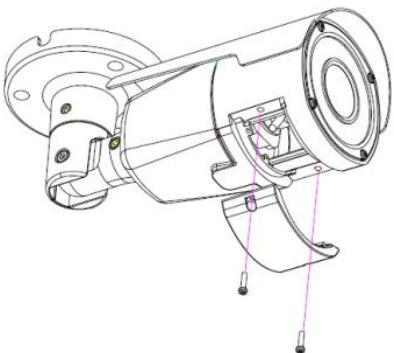

Рис. 5
- Настройка угла обзора и резкости происходит путем регулировки соответствующих винтов, расположенных за люком на дне корпусе камеры (рис. 5): ближе к объективу находится винт настройки угла обзора, следующий – винт настройки фокусировки. Во избежание попадания влаги внутрь корпуса камеры, производите настройку в сухом помещении.